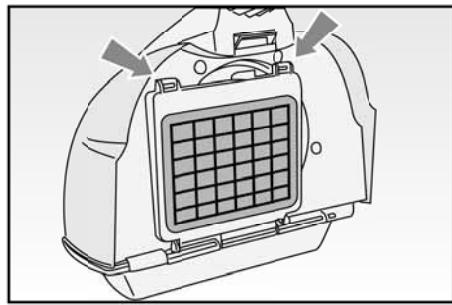

Fig. 7
- Agendo sulle due levette posteriori, aprire il relativo sportellino (Fig. 7).